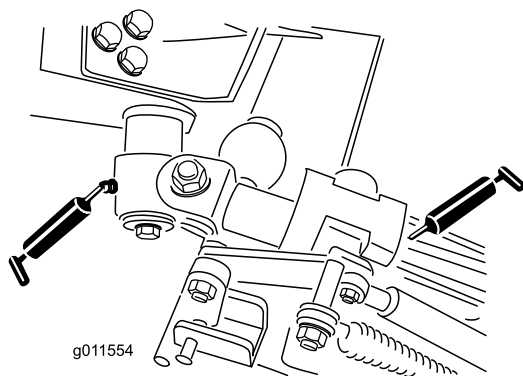

Figura 86
- Dois casquilhos da articulação da alavanca (Figura 86)
- Quatro casquilhos do braço traseiro (Figura 86)